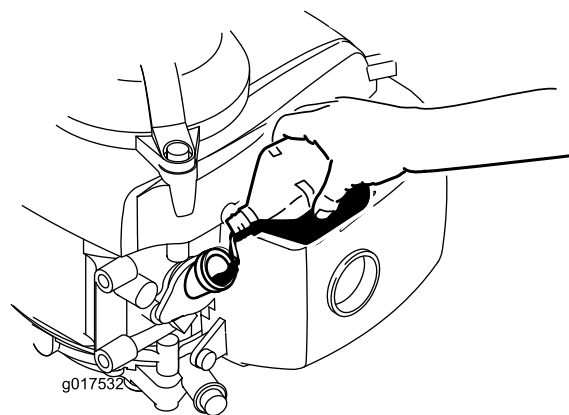

Figura 6
3. Con cuidado, vierta tres cuartas partes aproximadamente de la capacidad total de aceite del motor en el tubo de llenado (Figura 6).